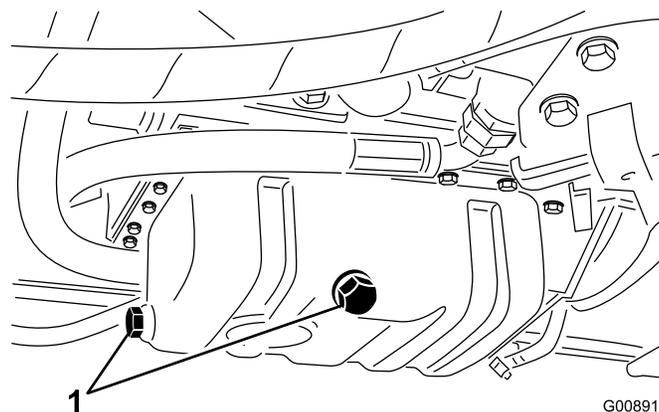

Figura 36
1. Togliete il tappo di spurgo (Figura 36) e lasciate defluire l'olio in una bacinella.